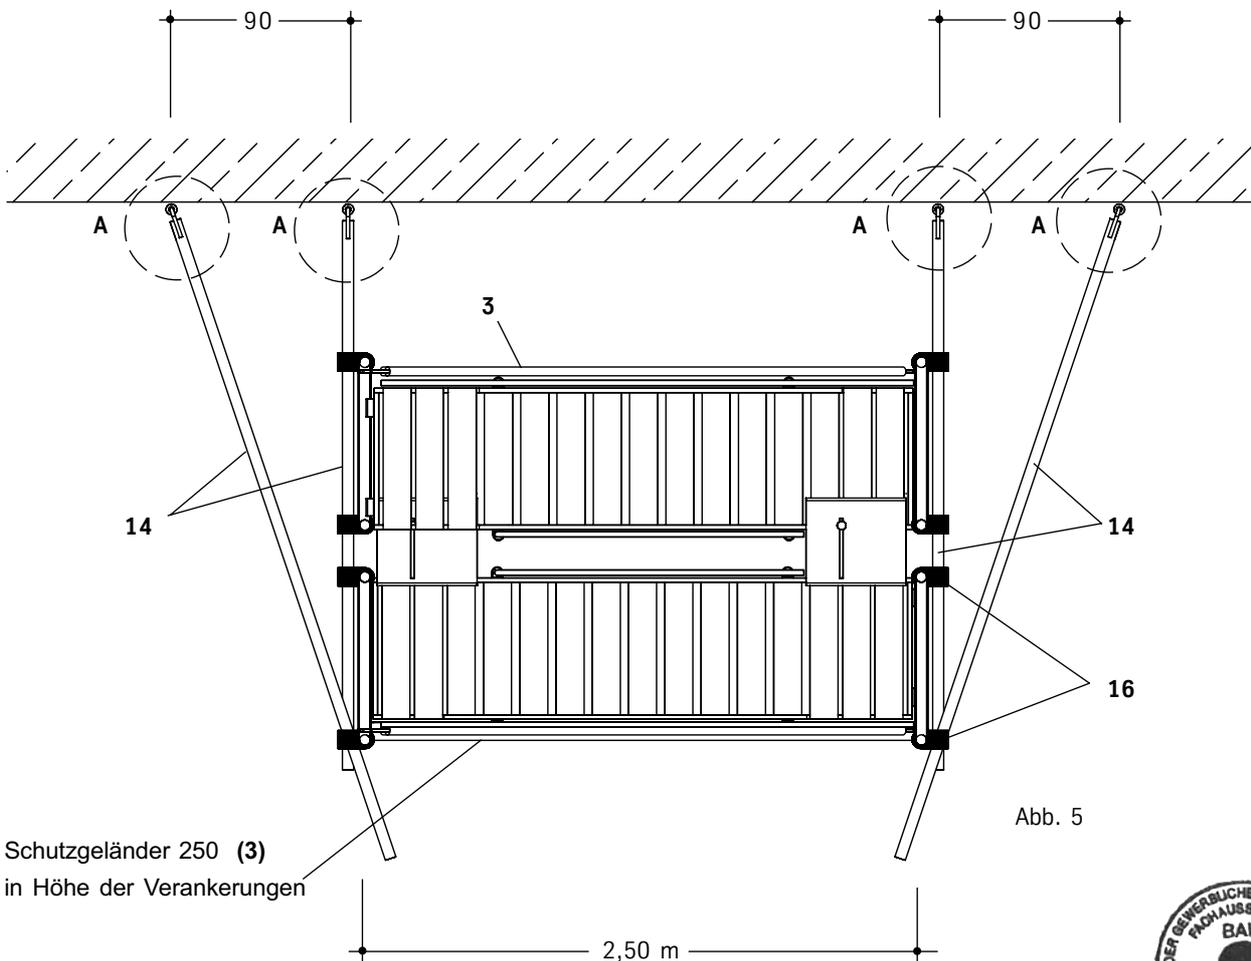

Abb. 5
11. Bevor die weitere Montage der Gerüsttreppe analog zur obigen Reihenfolge fortgesetzt wird, ist die erste Treppenverankerung (s. Abb. 5 auf Seite 39).
14. Die oberste Treppenverankerung ist am Treppenende an den Vertikalrahmen (s. Abb.5 auf Seite 39) anzubringen.
chend Abb. 5 anzuordnen.